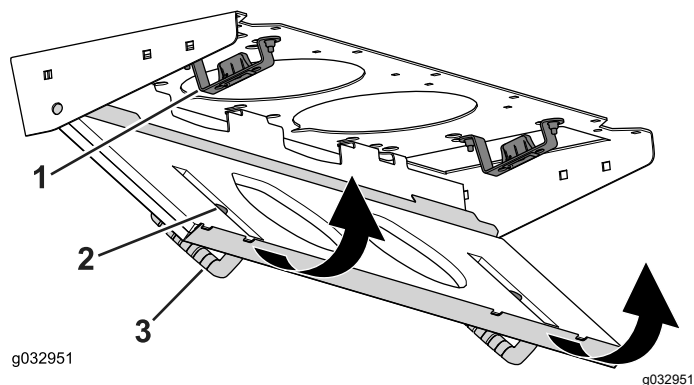

**Bild 83**
4. Drehen Sie den Filterschirm um die Laschen, bis der Riegel in die Riegelhalterung (Bild 83) einrastet.